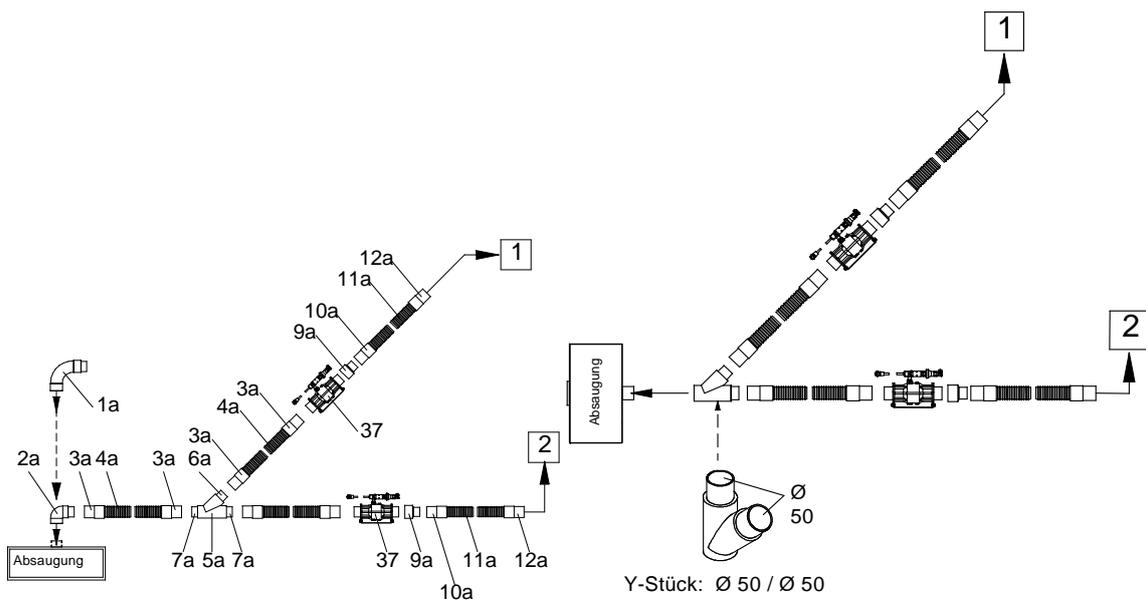

Abb. 4 Rohrverlegung bei großen Geräteabständen
(siehe Abb. 4 Seite 7)
1. Schlauch/Rohrverbindung zu den stauberzeugenden Geräten herstellen (Schlauchlänge möglichst kurz wählen, maximale Länge ca. 2 m pro Verbraucher), siehe Abb. 4, Seite 7.